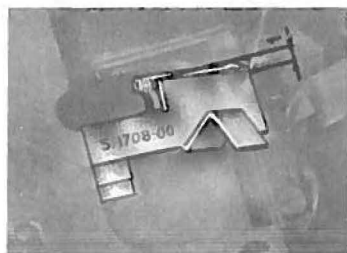

fig. 5
- Con l'apposito cabbro n. S. 1708.00, controllare l'inclinazione del crochet (**fig. 5**)